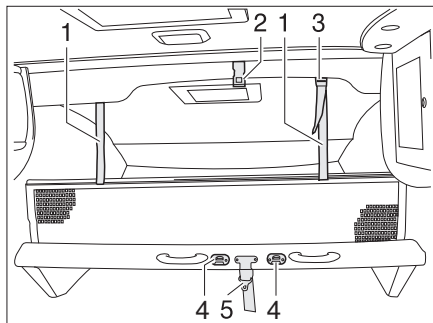

Fig. 151 Cama elevada manual
- Asegurar la cama elevada con el cinturón de retención (Fig. 151,5) al techo (Fig. 151,2).
- Enganchar la escalera de ascenso a las grapas (Fig. 151,4) de la cama elevada con los dos ganchos.
- Engatillar las cintas de sujeción (Fig. 151,1) en los soportes en el techo (Fig. 151,2).